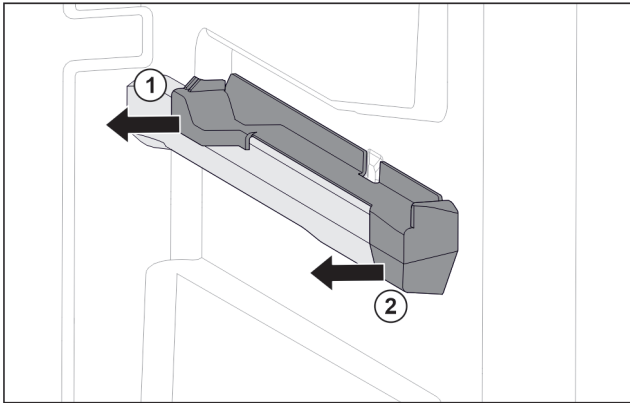

Fig. 103 Наставка върху дясното ребро на съда
- ▶ Изтеглете наставката отзад настрани. Fig. 103 (1)
- ▶ Изтеглете наставката отпред настрани. Fig. 103 (2)